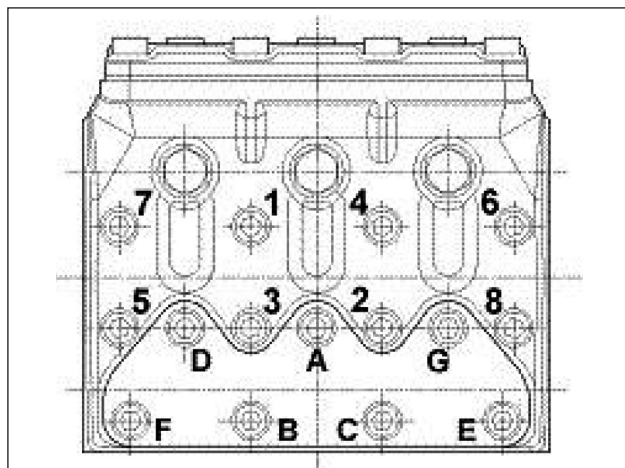

Fig. 24
** Los tornillos de fijación de la cabeza pos. dib. desglosado 39 se deben apretar utilizando una llave dinamométrica, lubricando el pie roscado respetando el orden contenido en el esquema de la Fig. 24.
*** Los tornillos de fijación de las tapas de las válvulas pos. dib. desglosado 40 se deben apretar utilizando una llave dinamométrica, lubricando el pie roscado respetando el orden contenido en el esquema de la Fig. 24.